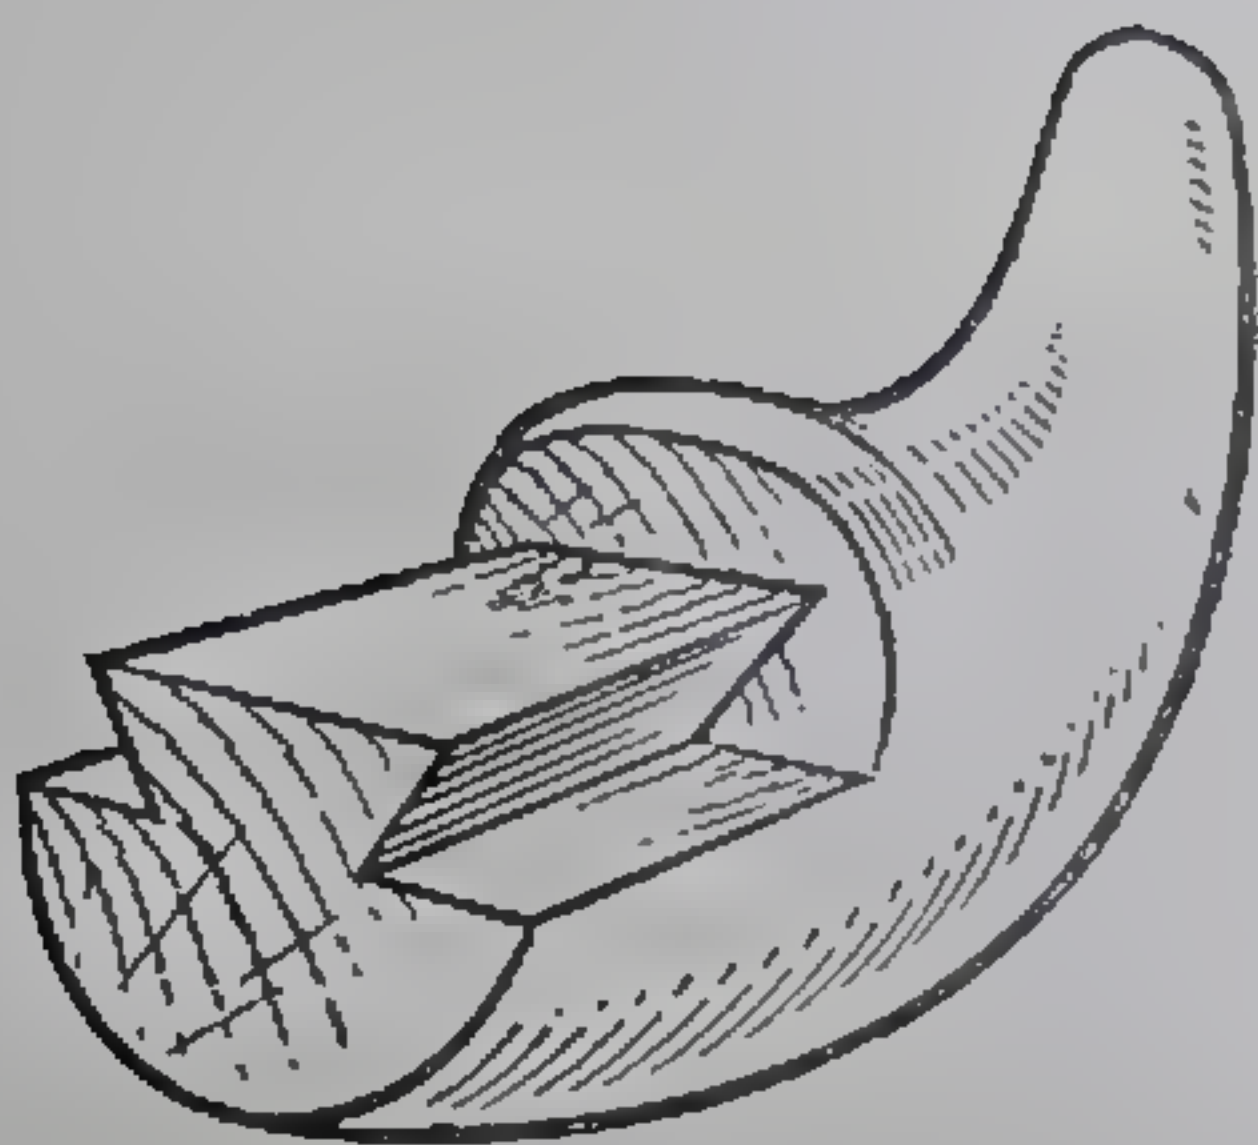

Рис. 142. Гребень в рожке.
5. Выбрать гребень (рис. 142).